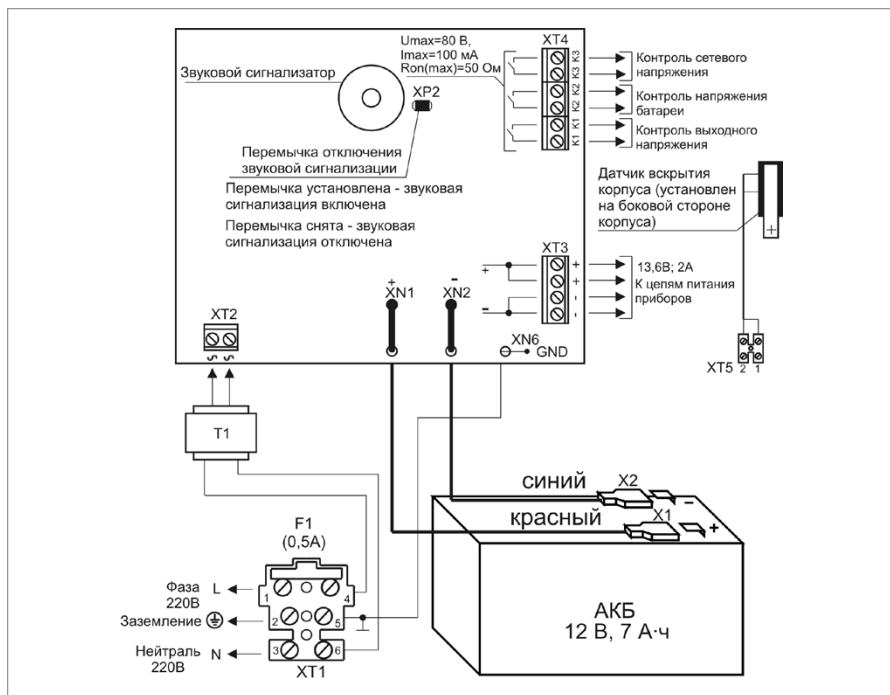
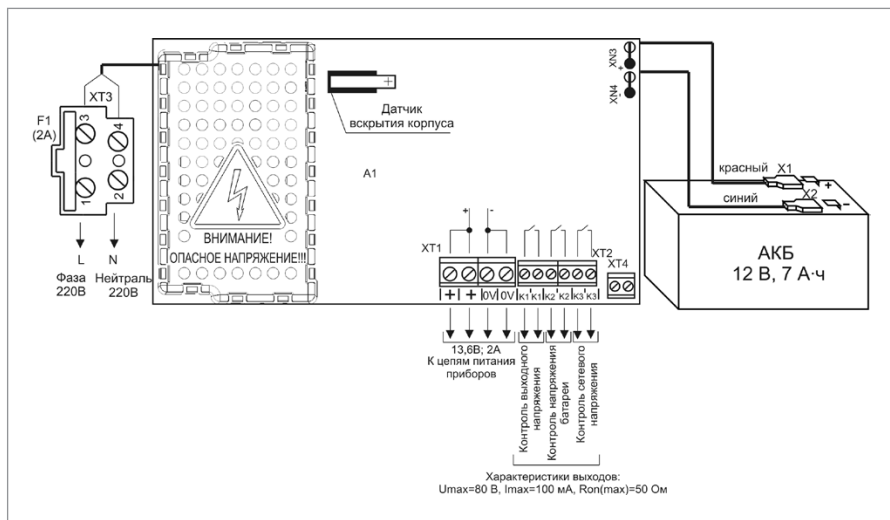

Рисунок 7. Схема подключения РИП-12 исп.12 (РИП-12-2/7М1-Р)
Рисунок 8. Схема подключения РИП-12 исп.14 (РИП-12-2/7П2-Р)
1.5. Схемы подключения РИП-12 исп.12 (РИП-12-2/7М1-Р) и РИП-12 исп.14 (РИП-12-2/7П2-Р) приведены на Рисунок 7 и Рисунок 8 соответственно.
1.12. Проверьте правильность произведённого монтажа в соответствии со схемой подключения (Рисунок 7 и Рисунок 8).
2.10. Отключите аккумуляторную батарею от платы РИП, отсоединив контакты Х1, Х2 от клемм АКБ (см. Рисунок 7 и Рисунок 8).